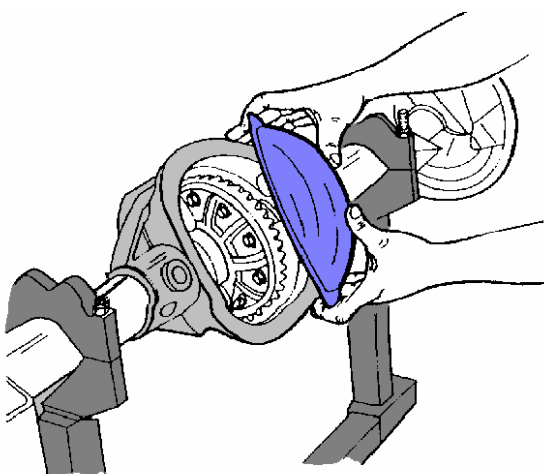

Figura 6
- b. Desloque a capa em, no mínimo, 2 mm (figura 6).